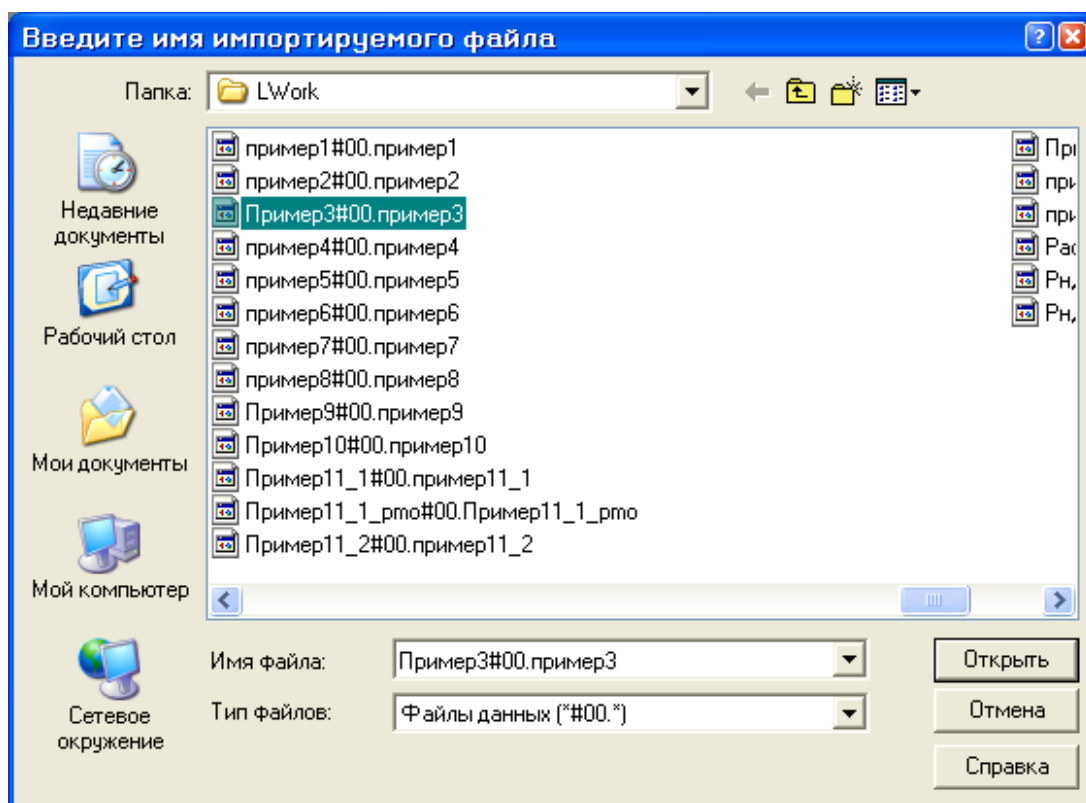

Рис.3.25. Диалоговое окно **Введите имя импортируемого файла**
- В диалоговом окне **Введите имя импортируемого файла** (рис.3.25) выделите файл **пример3#00.пример3**.